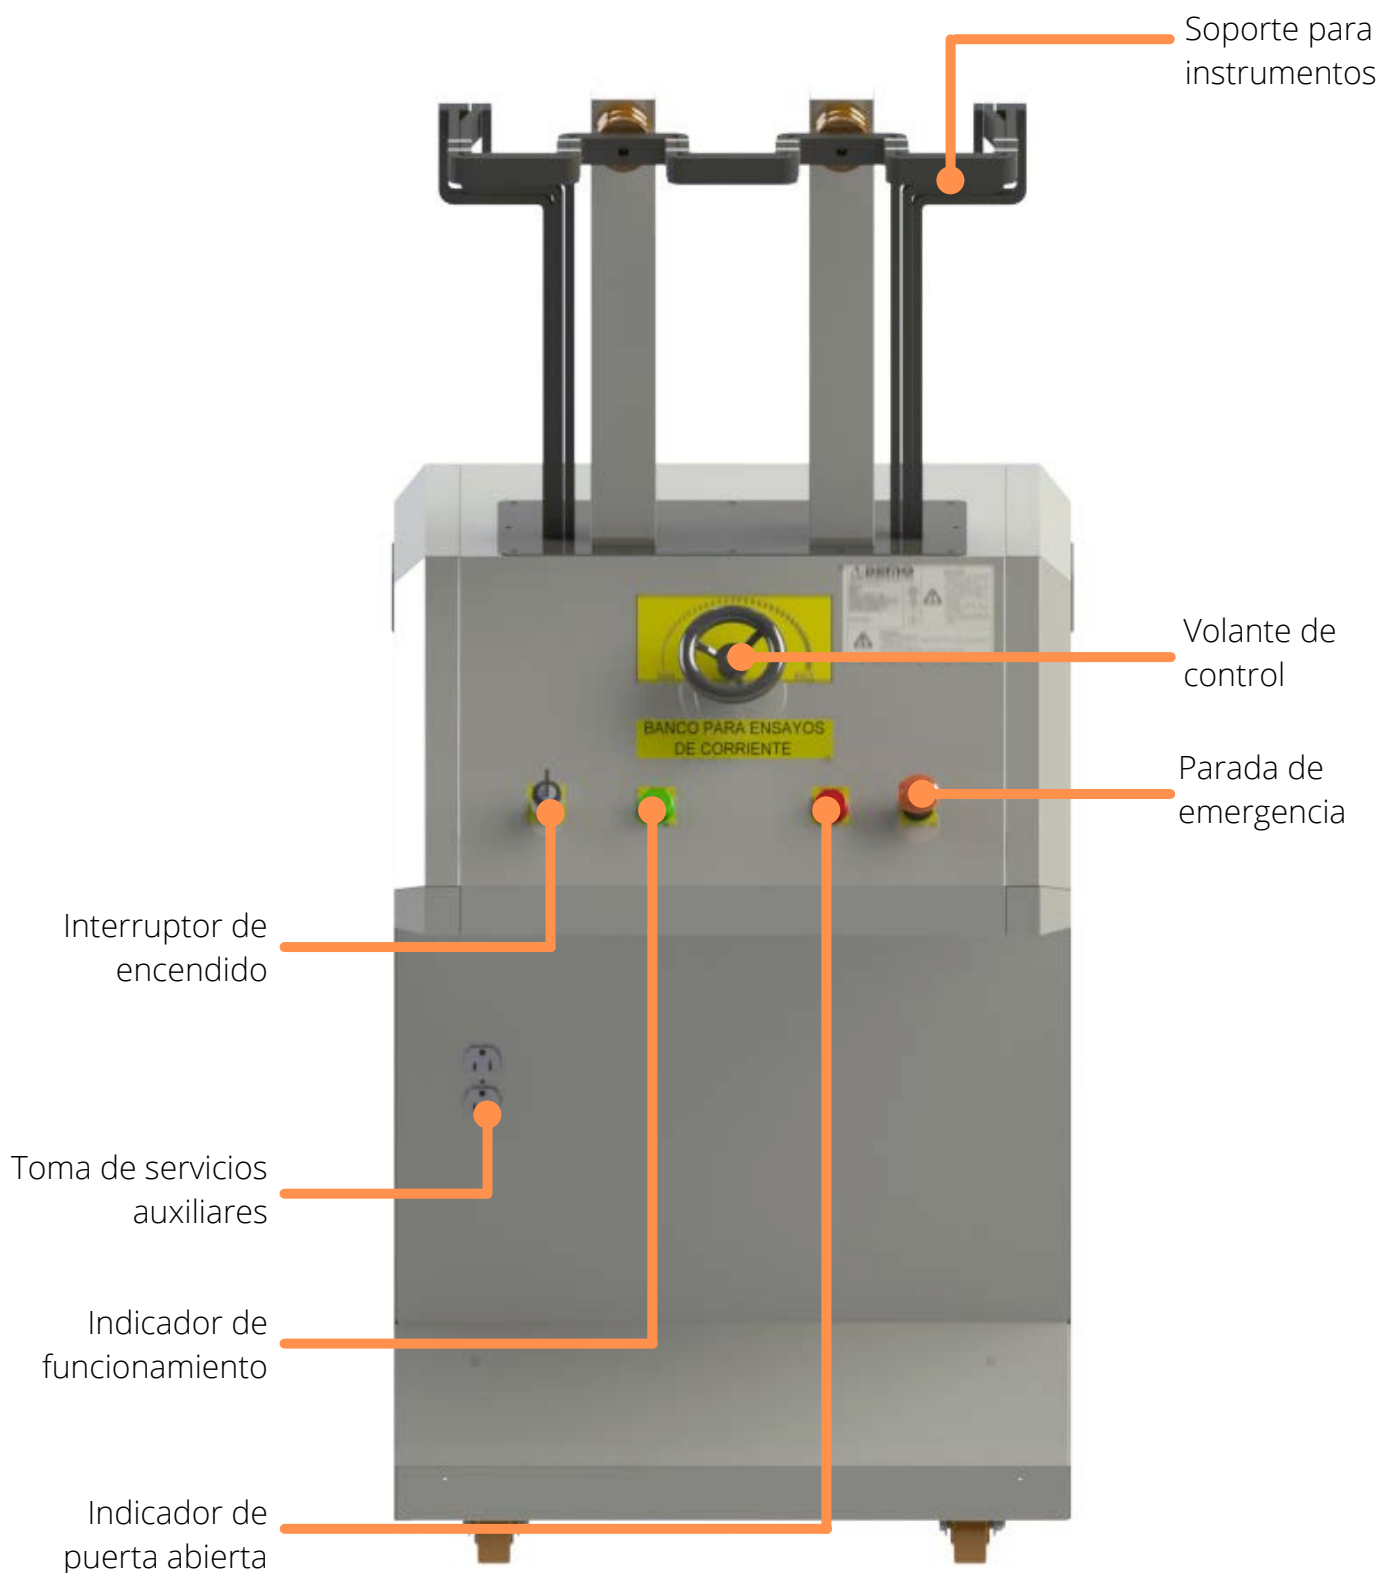

Figura 1: Vista frontal del módulo de ensayos de corriente
El banco para ensayos de corriente permite variaciones continuas desde 0 hasta 1000 A c.a. (60 Hz), controlado por un mando manual (volante de control, ver figura 1), para comparar mediciones entre instrumentos **(1)** . Tiene capacidad para seis (6) amperímetros.